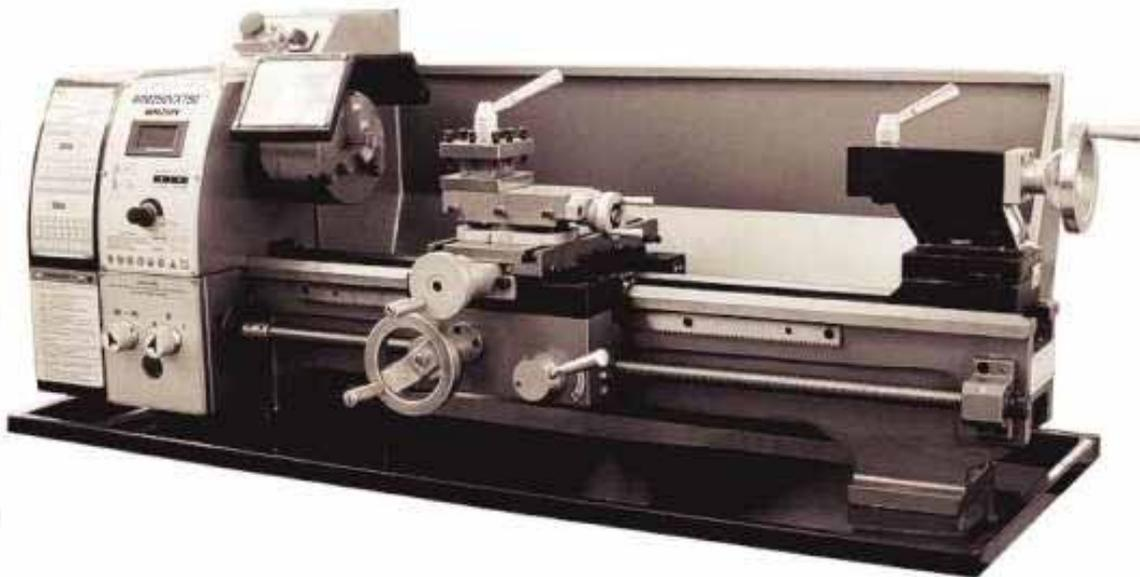

Рисунок 1
1.1. Станок настольный токарный модели **MD 250-500/750** (рисунок 1) предназначен для различных видов механической обработки деталей типа тел вращения из черных и цветных металлов, их сплавов, пластмасс и др. материалов.